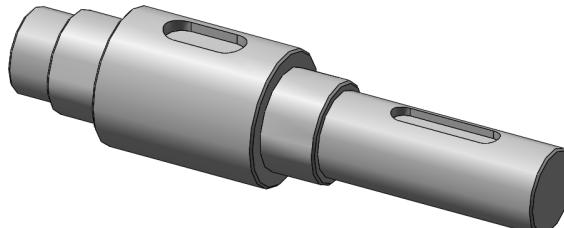

图 9-22 生成阶梯轴倒角
- [4] 单击【确定】按钮 \checkmark ，生成阶梯轴倒角，如图 9-22 所示。